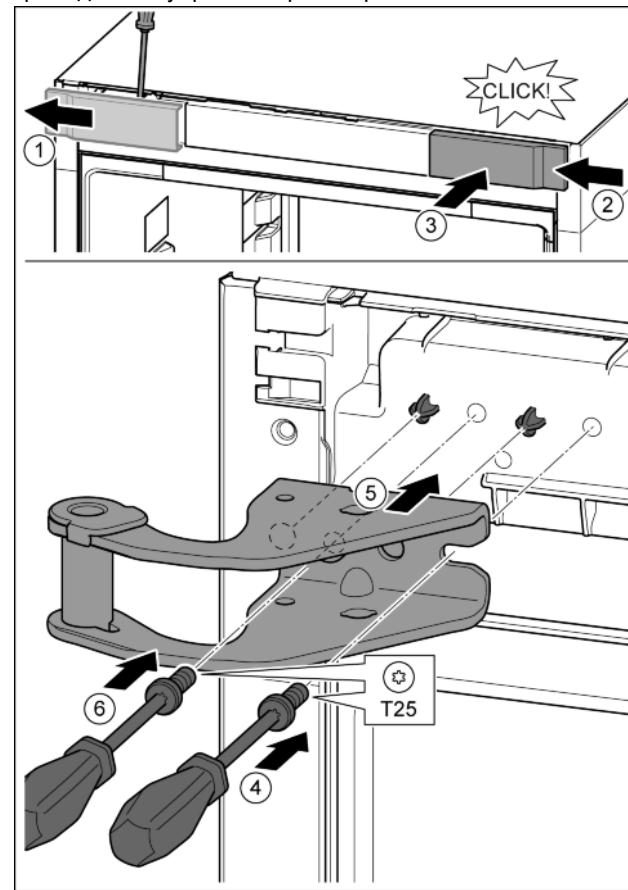

Fig. 13
- Крышку отсоединить с помощью отвертки и убрать в сторону. Fig. 13 (1)
- Навесить крышку, повернув ее на 180°, справа с другой стороны. Fig. 13 (2)
- Крышку зафиксировать. Fig. 13 (3)
- Установить винт отверткой T25. Fig. 13 (4)
- Установить верхний опорный кронштейн. Fig. 13 (5)
- Затянуть винт. Fig. 13 (4)
- Вставить и затянуть винт отверткой T25. Fig. 13 (6)